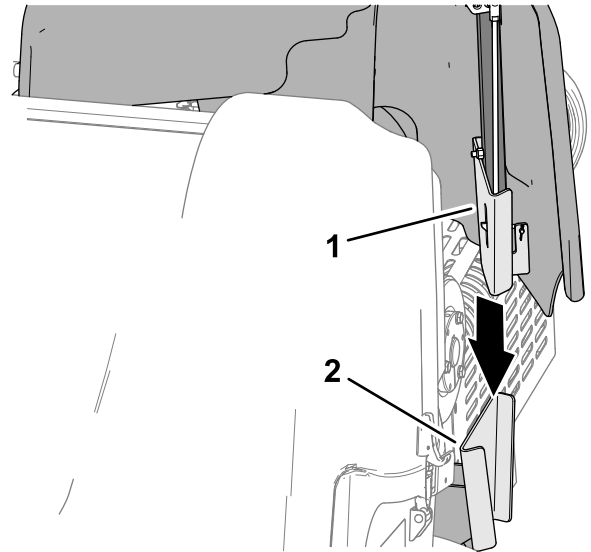

**Figura 143**
3. Levante la cubierta de la correa de la máquina (Figura 143).